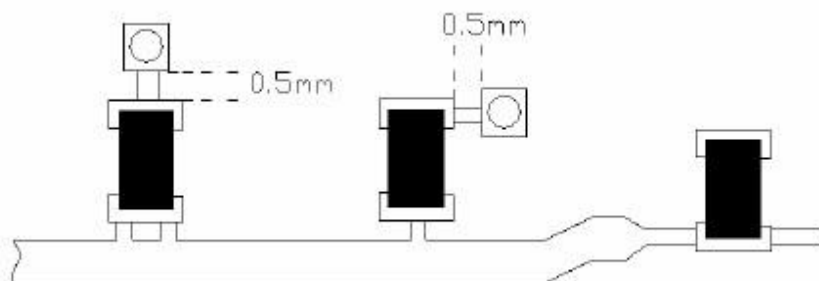

Рис.1 «Соединение контактных площадок с широкими проводниками, полигонами, переходными отверстиями».
- 1.6. Минимальная длина термобарьера - 0,5 мм (См. Рис.1). На контактных площадках не должно быть переходных отверстий. Либо переходные отверстия в площадках должны быть заполнены компаундом с восстановлением металлизации контактных площадок.